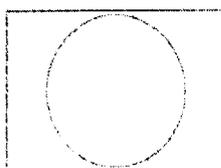

Fig. 37
- Zoom Imitation de l'effet de grand écran (16:9) pour les films diffusés en cinémascope. (voir Fig. 37) ou